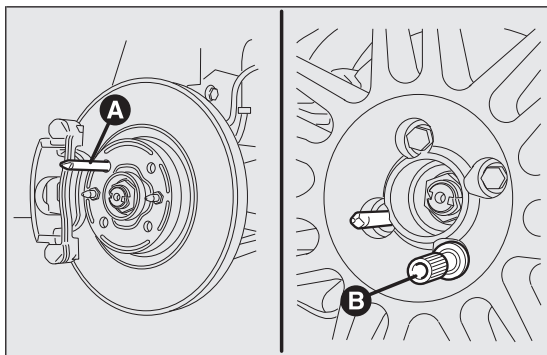

fig. 130
- ☐ visser l'axe de centrage A fig. 130 dans l'un des trous des boulons de fixation présents sur le moyeu de la roue ;